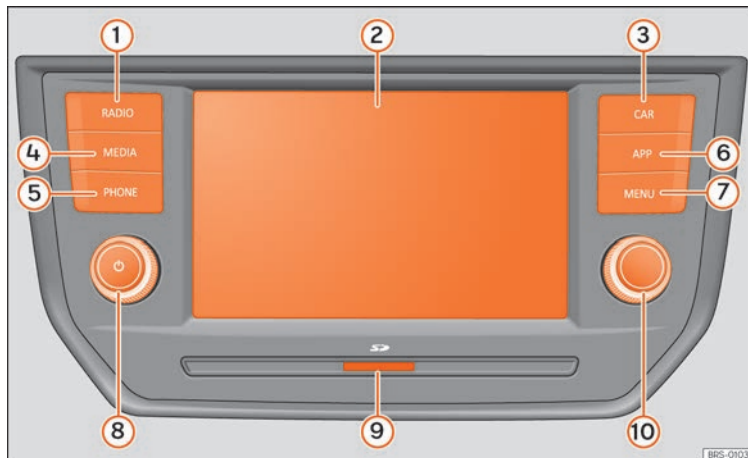
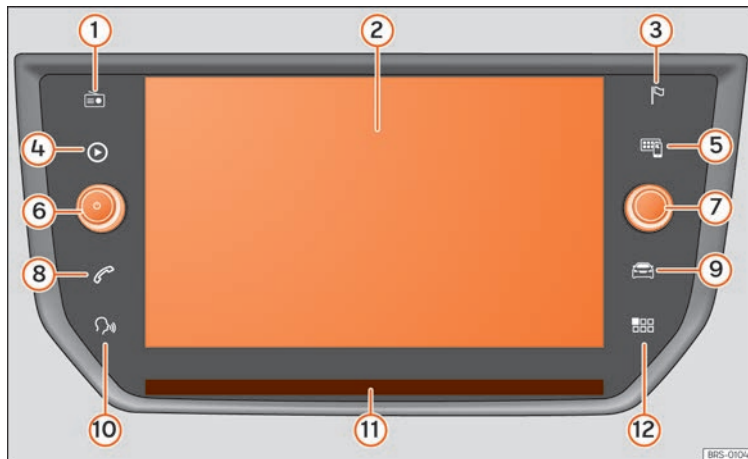

Abb. 173 Übersicht der Bedienelemente (diese Konfiguration hängt von der jeweiligen Version ab).
Abb. 174 Übersicht der Bedienelemente (diese Konfiguration hängt von der jeweiligen Version ab).
Die Listeneinträge können durch direkten Druck am Bildschirm oder mit dem Einstellknopf aktiviert werden » **Abb. 173** ⑩, » **Abb. 174** ⑦.